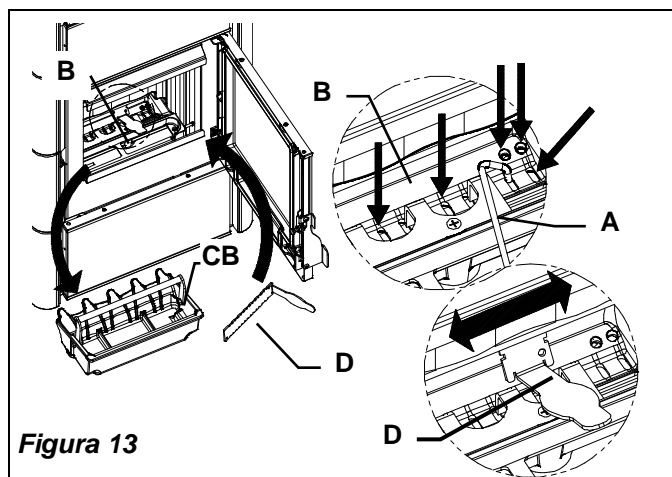

Figura 13
Nella modalità LEGNA la maggior parte delle ceneri rimaste nel copri bruciatore (CB) vanno rimosse estraendo quest'ultimo dalla stufa mediante l'apposita maniglia (Figura 13 pos. CB)
La pulizia del bruciatore (B) deve essere effettuata all'occorrenza e comunque ad ogni nuova accensione. (Figura 13)
- Con l'utilizzo dell'attizzatoio, pulire i passaggi dell'aria del bruciatore come indicato in Figura 13 pos. A.